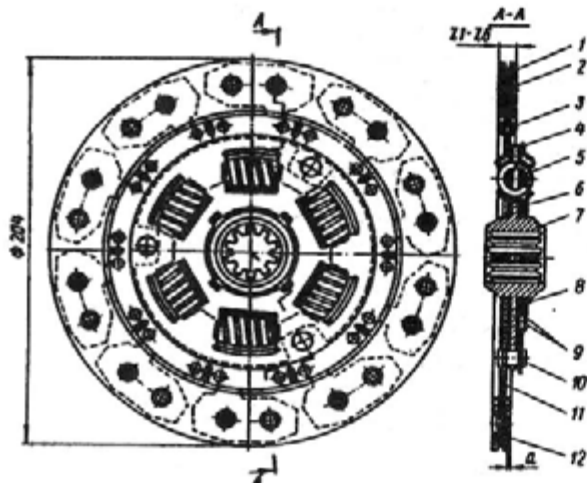
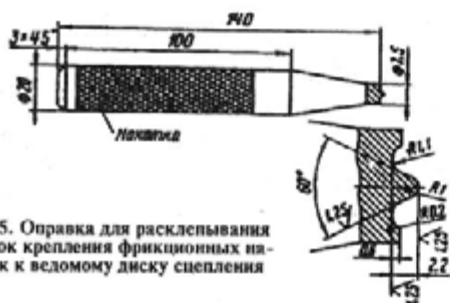
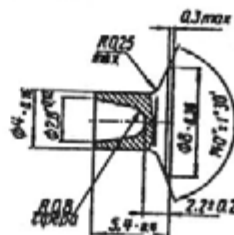

Рис. 94. Ведомый диск сцепления:
Рис. 95. Оправка для расклепывания заклепок крепления фрикционных накладок к ведомому диску сцепления
Рис. 96. Заклепка крепления фрикционных накладок к ведомому диску сцепления (материал — латунь ДЛП63 ГОСТ 1066—75, отжечь)
Накладку следует располагать так, чтобы зенкованные отверстия были обращены наружу большим диаметром (рис. 94);
— вставьте латунные трубчатые заклепки 2 так, чтобы их головки располагались с наружной стороны фрикционной накладки 1, и аккуратно расклепайте их при помощи оправки (рис. 95) или на клепальном станке со стороны пружинных пластин, причем начинайте с заклепок, входящих в диаметрально расположенные отверстия. Форма и размеры заклепок показаны на рис. 96;
— после приклепки обеих фрикционных накладок проверьте положение головок заклепок. Они должны быть утоплены относительно рабочей поверхности накладки не менее 1,0 мм (размер «а» на рис. 94). При отсутствии латунных заклепок заводского производства они могут быть изготовлены на месте по чертежу, приведенному на рис. 96;
- положите ведомый диск в сборе на нажимной диск механизма сцепления так, чтобы пластина 4 демпфера (см. рис. 94) была обращена к нажимному диску;